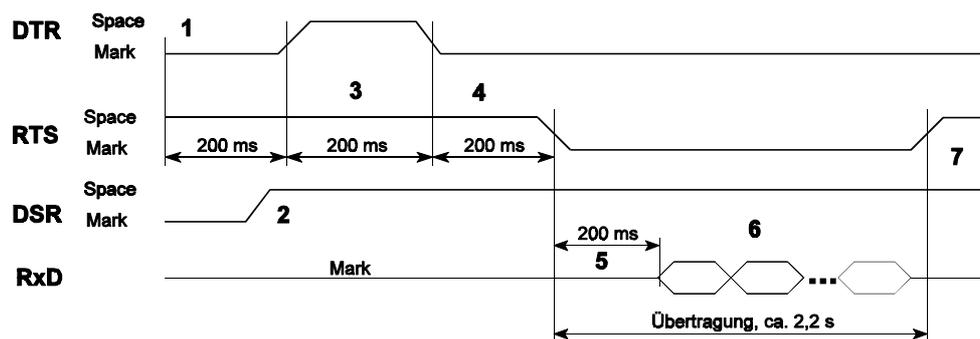

Abbildung 8.45 Plug&Play-Signalisierung
Der einschlägige Standard: Plug and Play External COM Device Specification (Microsoft und Hayes; seit 1995). Es geht darum, Plug&Play-Identifikationsdaten vom Gerät zum PC zu übertragen. Dafür ist ein besonderes DTR-DSR-RTS-Signalspiel vorgesehen (Abbildung 8.45).
3. Das 200-ms-Signalspiel Impuls auf DTR - Erregung von RTS (vgl. die Positionen 3, 4 in Abbildung 8.45) dient dazu, Modems und andere Geräte davon zu informieren, daß ein Plug&Play-Ablauf stattfindet. Nach diesem Ablauf werden die Signale wieder auf herkömmliche Weise genutzt.